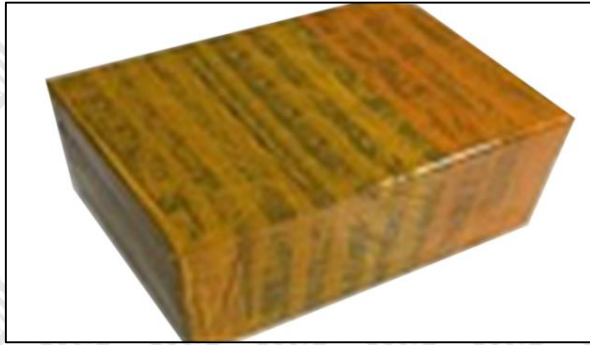

Figura 2
**Embalaje de express internacional:** envuelto en película protectora negra y luego envuelto con cinta amarilla impermeable como en la Figura 2